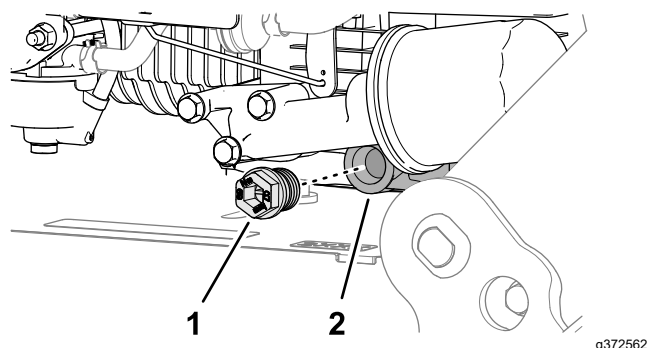

Figure 32
5. Retirez le bouchon de vidange d'huile de l'orifice de vidange du moteur (Figure 32), et basculez la machine de manière à faire couler l'huile dans le bac.
2. Placez un chiffon sous le filtre à huile (Figure 32) pour recueillir l'huile lors de la dépose du filtre.